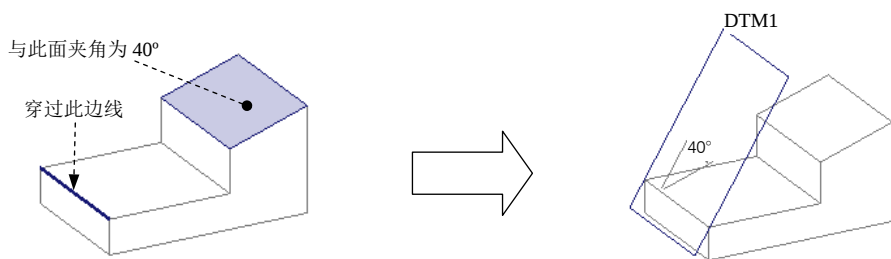

图 3.17.1 基准平面的创建
下面以一个范例来说明基准平面的一般创建过程。如图 3.17.1 所示，现在要创建一个基准平面 DTM1，使其穿过图中模型的一个边线，并与模型上的一个表面成 40° 的夹角。
(1) 穿过约束。选取图 3.17.1 所示的边线，此时对话框的显示。
(2) 角度约束。按住 Ctrl 键，选取图 3.17.1 所示的参考平面。
(3) 给出夹角。在对话框下部的文本框中键入夹角值 40.0，并按回车键。